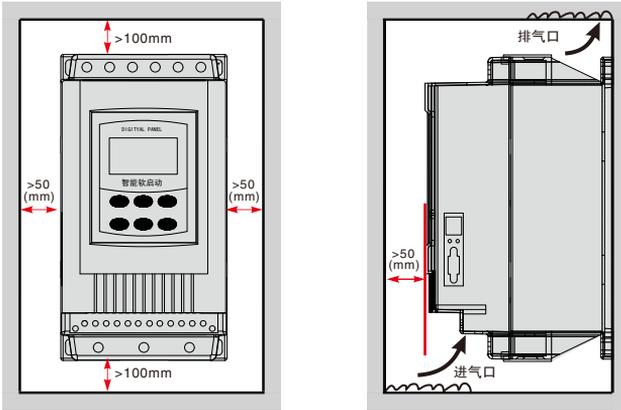

图2-2-1
2. 软起动器运行时会产生热量，为确保流动空气的通路，应如图2-2-1所示，设计留有一定的空间。产生热量向上散发，所以不要安装在不耐热设备的下方。